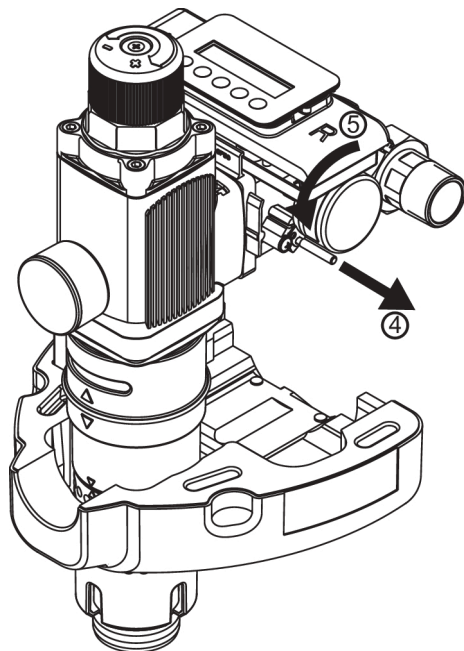

Abb. 8: Roten Arretierstift entfernen und Motor drehen
4. Roten Arretierstift entfernen (siehe Abbildung 8).
5. Motor **gegen** den Uhrzeigersinn um ca. 90 Grad (eine viertel Umdrehung) drehen (siehe Abbildung 8). Dafür muss keine Schraube gelöst werden.